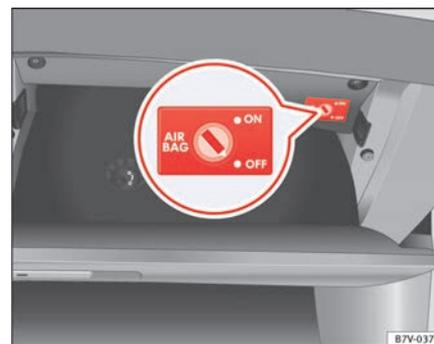

Abb. 19 Im Handschuhfach: Schlüsselschalter zum Ab- und Einschalten des Beifahrer-Frontairbags.
- Mit dem Fahrzeugschlüssel den Schlüsselschalter in die Position **OFF** drehen ⇒ Seite 37, Abb. 19.
- Mit dem Fahrzeugschlüssel den Schlüsselschalter im Ablagefach in die Position **ON** drehen ⇒ Seite 37, Abb. 19.